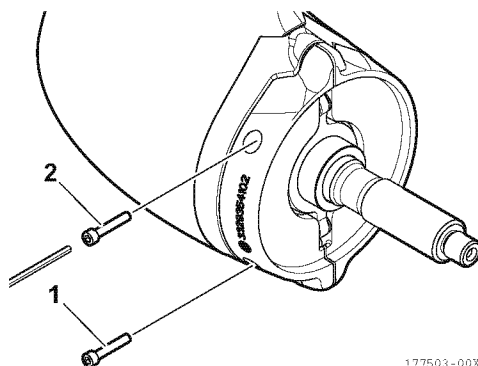

Figura 27
1. Con la llave hexagonal, afloje y retire los tornillos de fijación (1, 2, **Figura 27**) de los ánodos (1, 2, **Figura 28**).